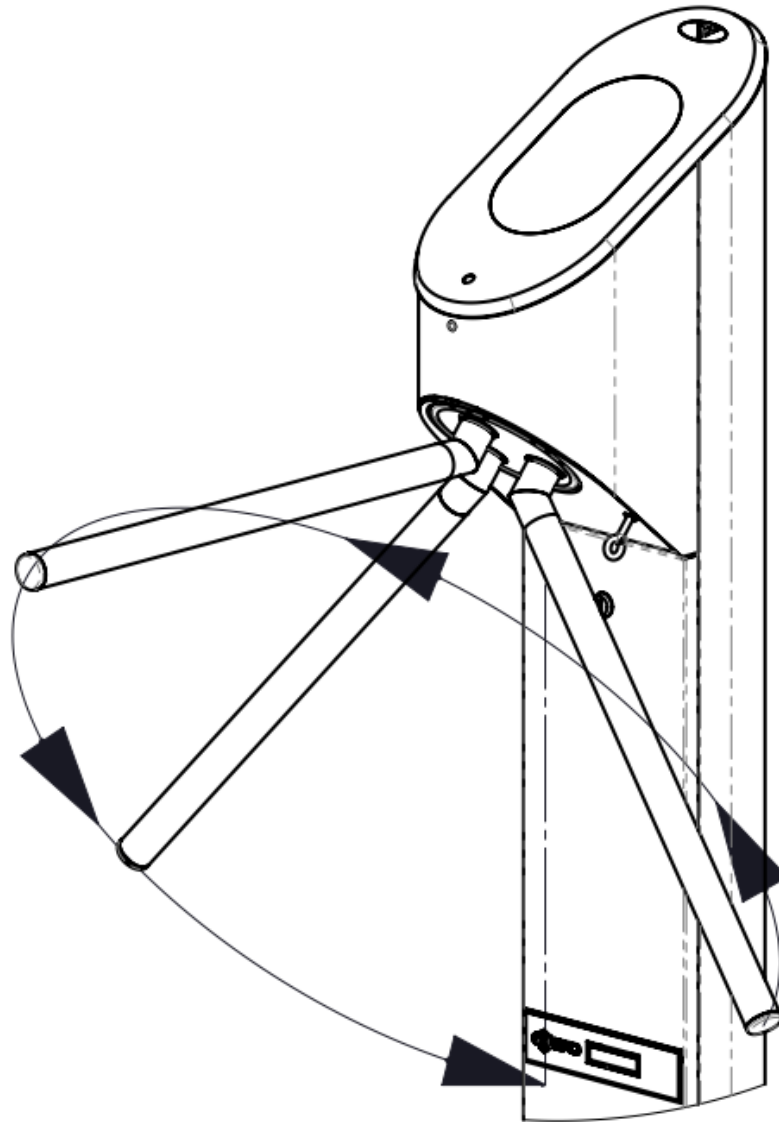

Рисунок 10 – Провернуть «узел преграждающих планок» на  $\frac{3}{4}$  оборота и сложить планки.
- 3) Удерживая ключ в нажатом состоянии, повернуть «узел преграждающих планок» на  $\frac{3}{4}$  оборота (рисунок 10). Каждая преграждающая планка, проходя, через нижнюю точку вращения – разблокируется и остается в нижнем, вертикальном положении. Когда три преграждающие планки окажутся в нижнем вертикальном положении- проход через турникет будет свободным.